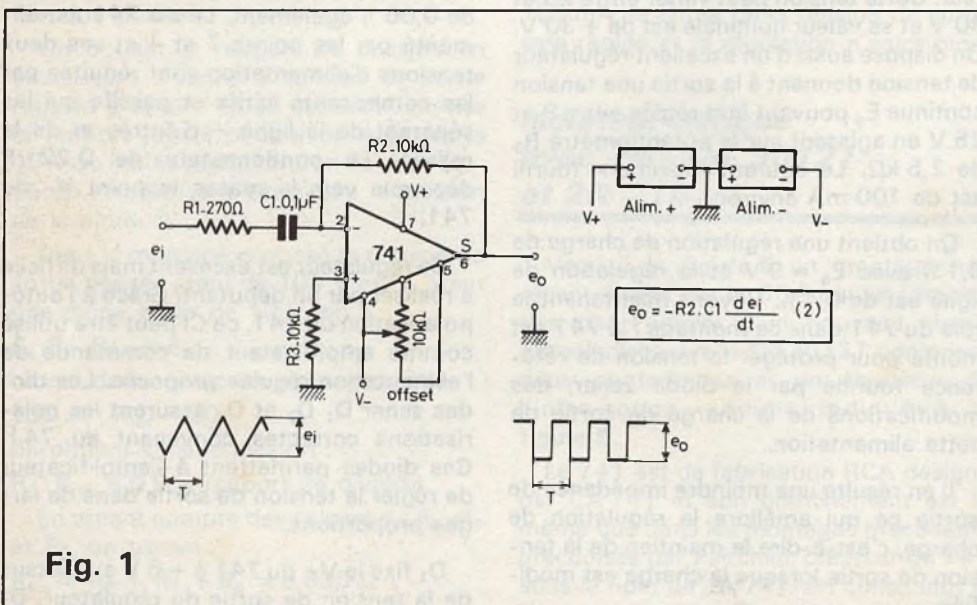

Fig. 1
Voici le montage dont le tour vient logiquement après le montage (4), le différentiateur. On donne à la **figure 1** le schéma de ce circuit et on voit immédiatement qu'il est l'opérateur inverse de l'intégrateur.
Sur le schéma de la **figure 1** on donne la formule (2) qui permet de calculer  $e_o$  lorsque l'on connaît  $e_i$ .